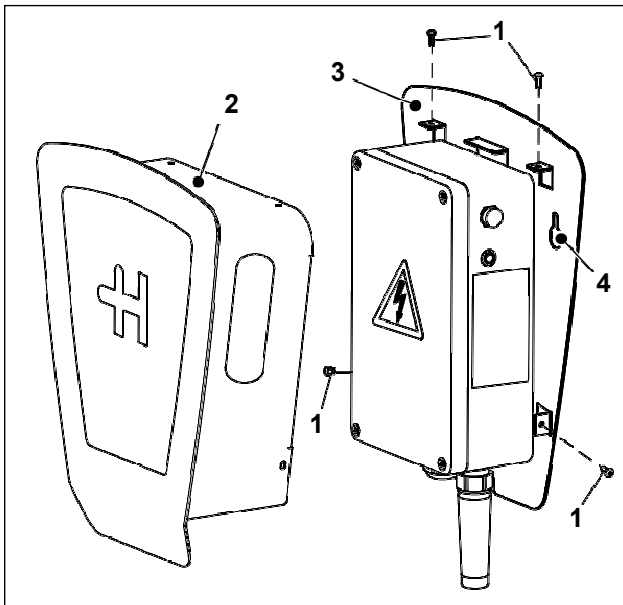

Fig. 7 EVC-W1-ECO5M Wallbox Home Eco con caperuza de protección
10. Colocar la caperuza de protección y apretar los cuatro tornillos M4x10 (fig. 7/1) (1,8 Nm). Los cuatro tornillos están incluidos en los accesorios adjuntos.